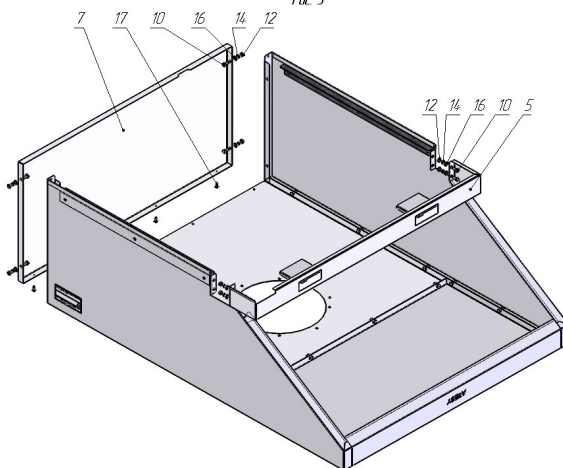

Рис. 4
3.3.5. Установить каркас зонта в вертикальное положение, как показано на Рис. 4. Фиксатор поз. 8 (Рис. 4) надеть на патрубок выходной поз.6 (Рис. 4) и соединить с каркасом зонта комплектом крепежа поз. 11, поз. 13, поз. 15 (Рис. 4).
3.3.6. При наличии комплекта вентилятора КВ-230 (заказывается дополнительно) его установку производить согласно Рис. 4.